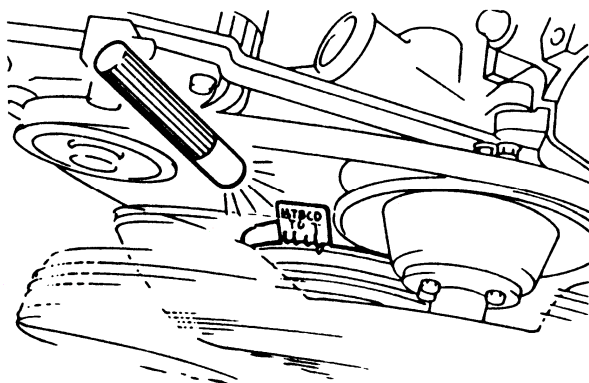

图 2-125 安装正时灯和转速表
(1) 检查和调整发动机怠速和一氧化碳浓度前，先使汽车冷却液温度升至 $80\sim 90^{\circ}\text{C}$ ，关闭点火开关 (OFF)，变速器置于空档位置。
(2) 如图 2-125 所示，安装正时灯和转速表。